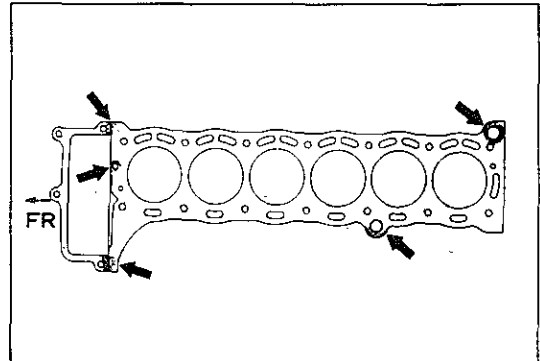

図1-2-8 シール パツキン塗布
⑦シリンダ ヘッド ガasketにシール パツキン No.102を塗布する (図1-2-8参照)。
⑧シリンダ ヘッドの脱着はボルトを2~3回に分けて正しい順序でゆるめまたは締め付ける。ゆるめる時、前側の12mmのボルト4本をゆるめてから17mmのボルトをゆるめ締め付けは逆に行なう。
⑨シリンダ ヘッド ボルトの締め付けは次のように段階的に行なう。